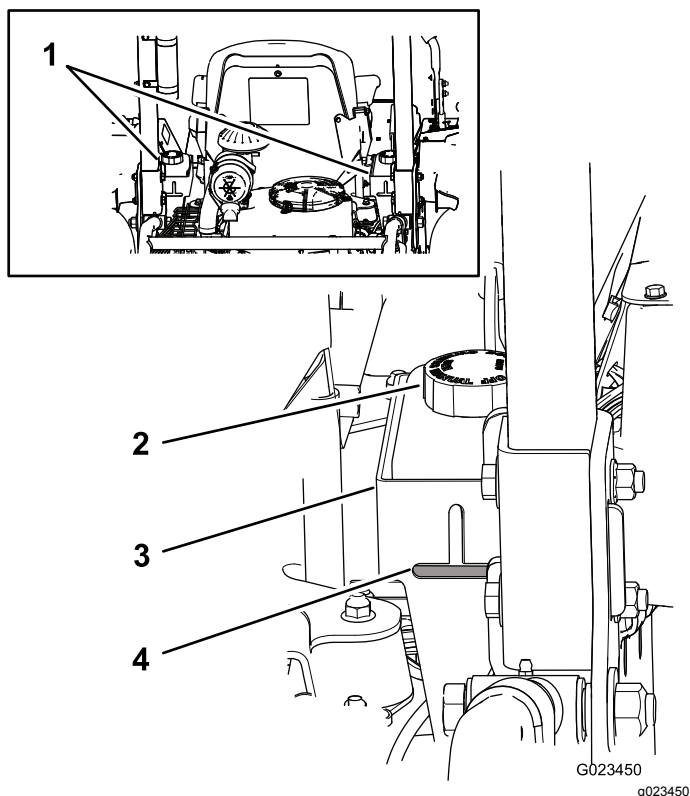

図 17
油圧オイルタンクに高品質の油圧オイルを満たした状態で出荷しています。油圧オイルの点検は、オイルが冷えている状態で行うのがベストです。マシンは移動走行モードになっていることが必要です。オイルの高さが、油圧オイルタンク後部にあるのぞき窓 **図 17** の水平部分よりも低い場合には、水平部分の高さまでオイルを補給してください。入れすぎないようにしてください。オイルの高さがのぞき窓の水平部分の最上部までである場合には、補給は不要です。推奨オイルの銘柄を以下に示します
注 **図 17**に示すように、それぞれの口の根元までオイルがあればよい。
- A. 異物をタンクに入れられないよう、各油圧オイルタンクのキャップ取り付け部周辺をウェスできれいに拭く **図 17**。